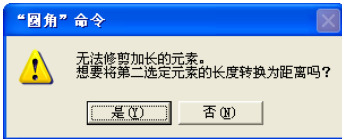
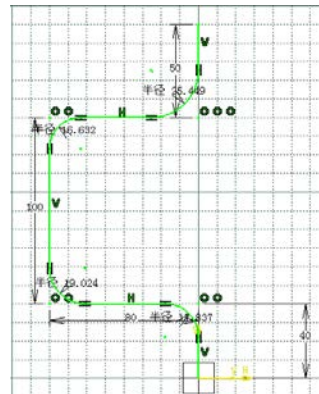

图 3-24 【“圆角”命令】消息框
图 3-25 增加倒角后的轮廓曲线
单击【操作】工具栏中的【圆角】图标, 选择两条相连的线, 单击完成后, 会出现【“圆角”命令】消息框, 如图 3-24 所示, 这是因为已经设置了线长, 在增加倒角时要对设置的线长进行修改, 程序让再次确认是否修改, 单击【是 (Y)】按钮。然后依次增加另外 3 个倒角, 增加完毕后, 如图 3-25 所示。